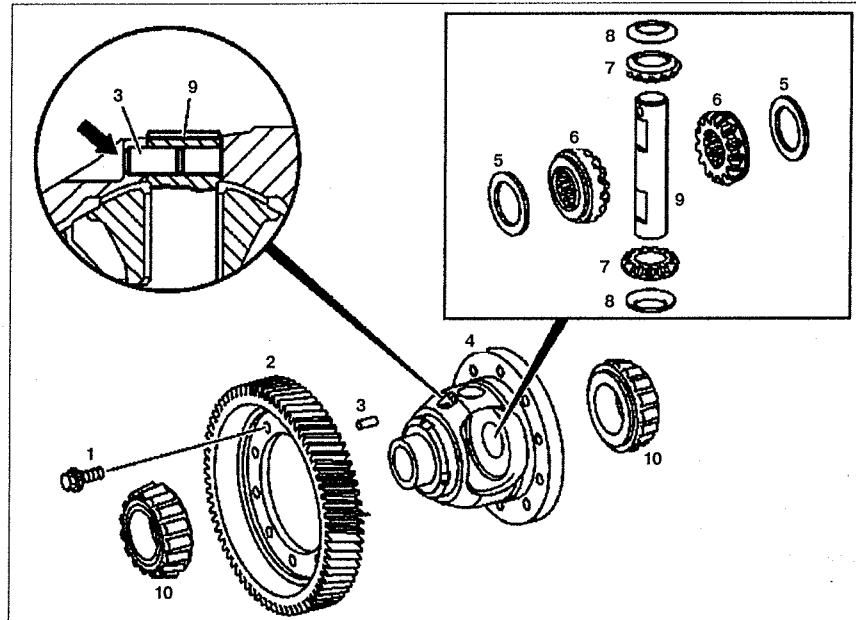

Рис. 6.43. Разборка и сборка дифференциала:
2. Отсоедините ведомую шестерню дифференциала 2 (см.рис.6.43). Нагрейте, если необходимо, шестерню 2 примерно до 100 °С.